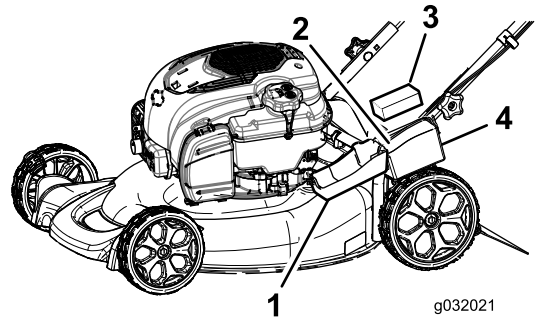

Bild 29
1. Lösen Sie die beiden Clips an der Batterieabdeckung und nehmen Sie sie ab (Bild 29).